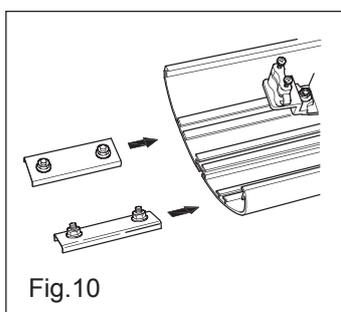

Fig.10
- Inserire quindi i terminali della lampada fluorescente Ø 26 mm nella fessura del portalampe e ruotarla sul proprio asse di circa 90° per il completo aggancio (vedi fig. 10); operare in modo analogo nella versione bilampada.